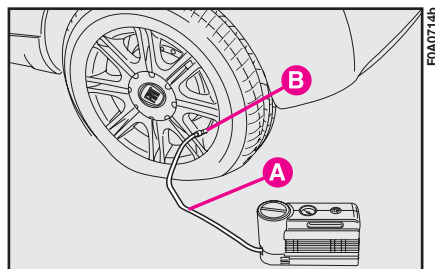

fig. 16c
– Azionare il freno a mano. Svitare il cappuccio dalla valvola del pneumatico, estrarre il tubo flessibile di riempimento **A-fig. 16c** ed avvitare la ghiera **B-fig. 16c** sulla valvola del pneumatico;